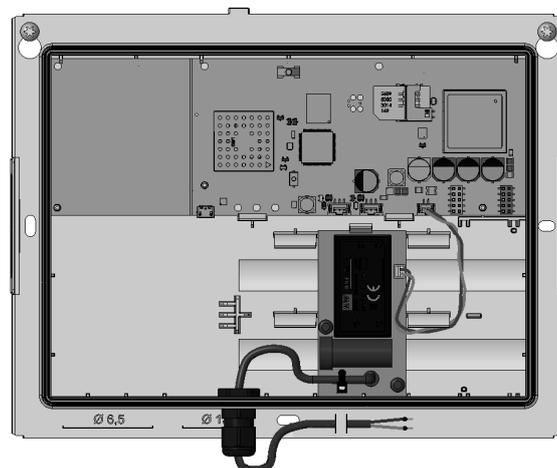

Fig.1 Passerelle vue interne
- En bas à gauche du boîtier, vous trouverez 2 empreintes de trous pouvant être utilisées pour le presse-étoupe (voir Fig.1). Dégager une des empreintes en poussant le tournevis contre celle-ci.
- Retirer l'écrou hexagonal du presse-étoupe. Insérez le presse-étoupe de l'extérieur du boîtier dans le passage. Visser le presse-étoupe avec son écrou hexagonal et utiliser la clé plate (15 mm) pour serrer l'écrou hexagonal. Si nécessaire, utilisez une autre clé plate (15) pour maintenir le presse-étoupe à l'extérieur du boîtier.
- Glisser le bas du circuit imprimé du bloc d'alimentation dans le logement à l'intérieur du boîtier (voir Fig.1 pour la position du bloc d'alimentation). Appuyez sur la carte de circuit imprimé dans le boîtier jusqu'à ce que le verrou de sécurité la fixe.